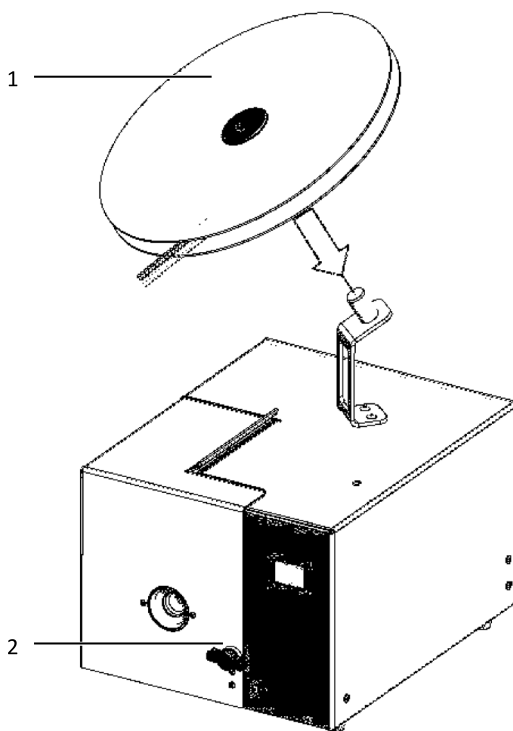

Fig. 4: Colocación del rollo
- Insertar el rollo (fig. 4, pos. 1) de forma que pueda desenrollarse en el sentido de las agujas del reloj.
- Abrir el cierre tipo mariposa (cf. fig. 4, pos. 2) y abatir la tapa hacia un lado. ¡El perno de transporte debe encontrarse completamente hacia abajo!